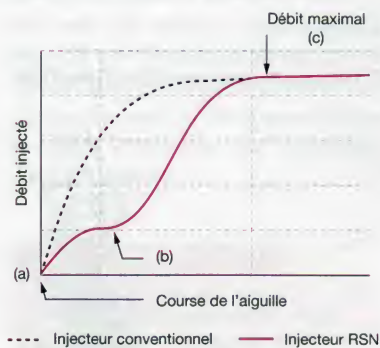

Figure 76.10. Courbes de débits obtenues par un injecteur « RSN » (Doc. Stanadyne)
- Injection partielle, la pompe d'injection envoie du carburant, mais la collerette de l'aiguille forme un réducteur de débit dans la première partie de sa course, permettant une forme de « pré-injection », selon la courbe (fig. 76.10).